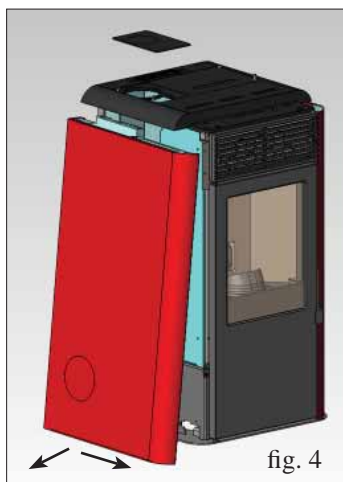

fig. 4
- Desmontar o lado metálico, deslocando-o cerca de 2 cm para a parte frontal da salamandra, extraindo primeiro por baixo e depois retirando-o sob o topo (fig. 4).